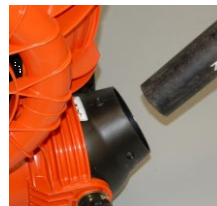

Fig. 5
*Usando l'aria compressa, o il soffiatore a spalla, è facile perdere o lasciar cadere il fogliame dalla girante, il che può usurare la macchina. E' possibile rimuovere manualmente il fogliame togliendo la custodia frontale. (Vedere Fig. 5 e 6) **NOTA:** Scollegare sempre il cavo candela in occasione della